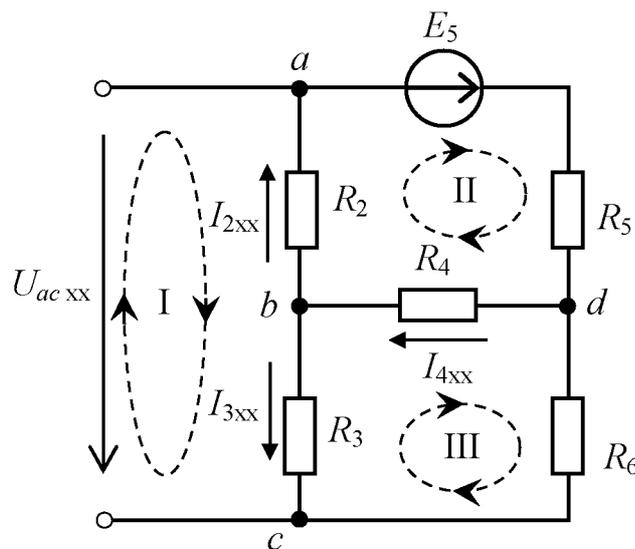

Рис. 1.37
1) Определение ЭДС эквивалентного генератора - $E_{ЭГ}$ (рис. 1.37).